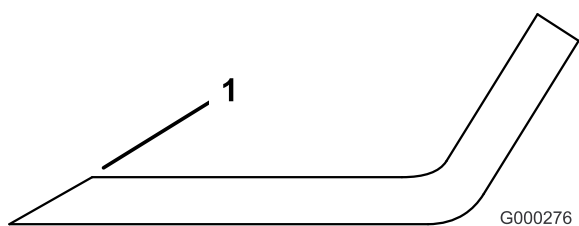

Figure 76
1. Au moyen d'une lime, aiguisiez les tranchants aux deux extrémités de la lame (Figure 76) en veillant à conserver l'angle de coupe d'origine. Limez la même quantité de métal sur chacun des deux tranchants pour ne pas déséquilibrer la lame.